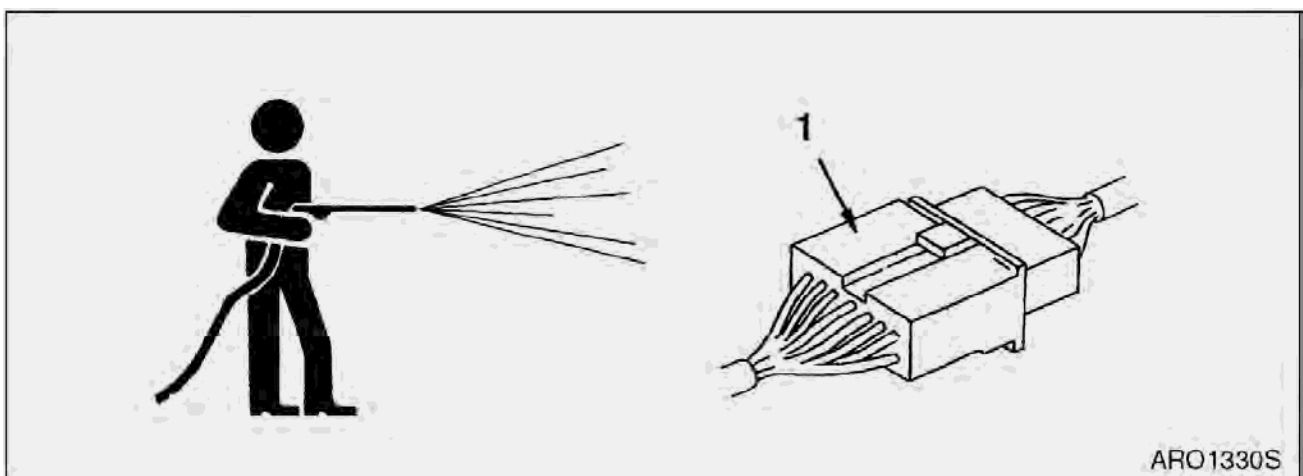

Рис. 28
- Нельзя направлять струю воды непосредственно на электрические компоненты (датчики, разъемы) (1, рис. 28). Попадание воды в электросистему несет опасность нарушения ее работы и возникновения неисправностей.